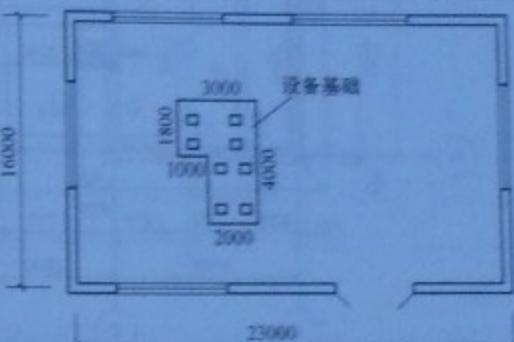

图 2-1 某材料试验室地面垫层示意图
**【例 2-1】** 某材料试验室地面垫层为 C20 混凝土 100 厚, 根据图 2-1 所示尺寸计算垫层工程量(墙厚均为 240mm)。